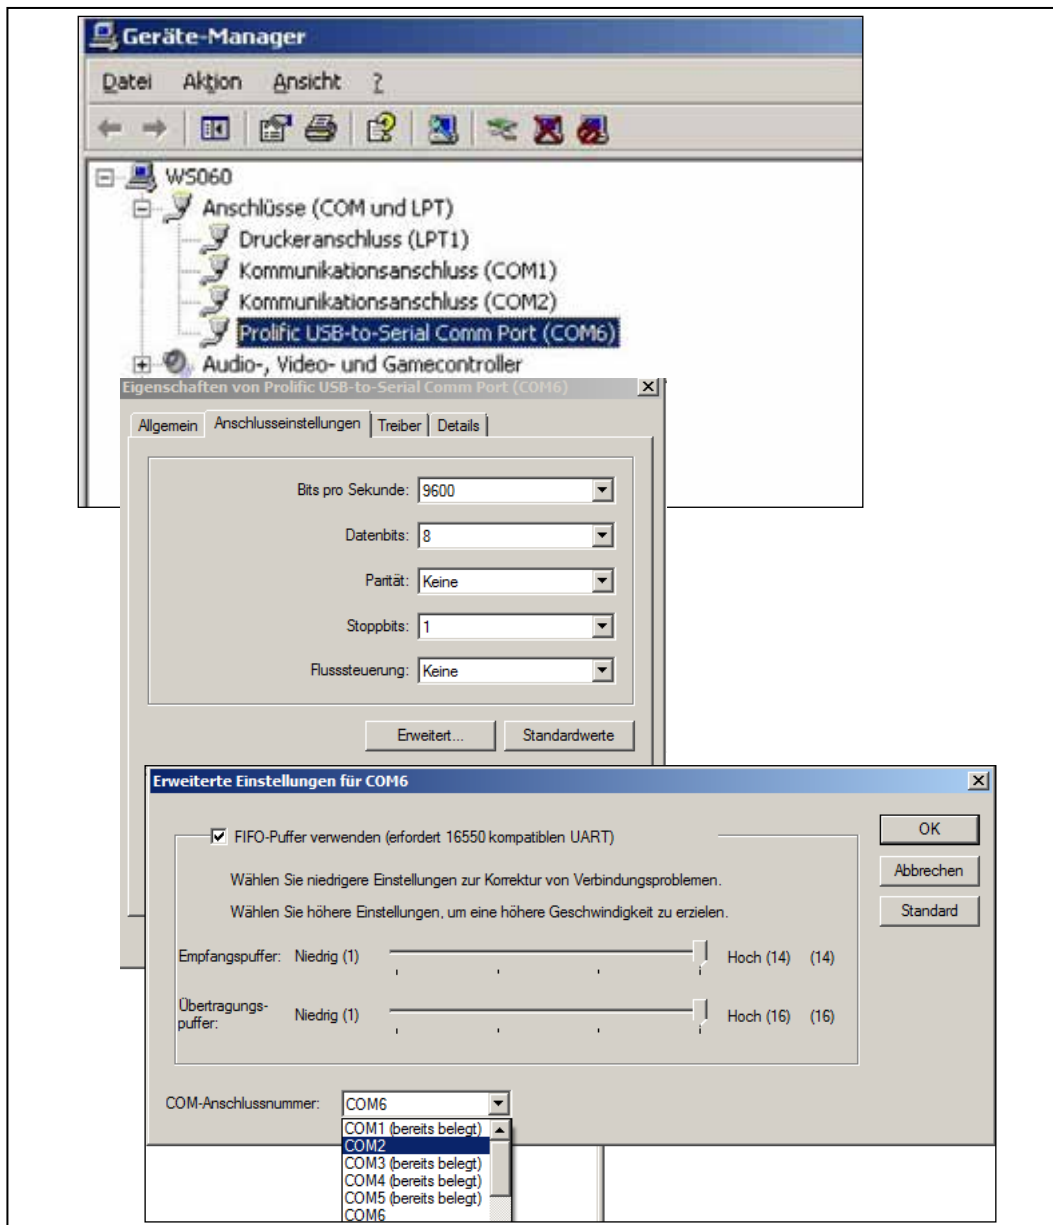

Abb. 12.2: Anschlusseinstellungen im Geräte manager
- ▶ Öffnen Sie den Geräte manager (Systemsteuerung>>Geräte manager) und doppelklicken Sie auf das Verzeichnis „Anschlüsse“. Unter dem Eintrag „Prolific USB-to-Serial Comm Port“ finden Sie die Anschlussnummer (in Abb. 12.2 „COM6“).